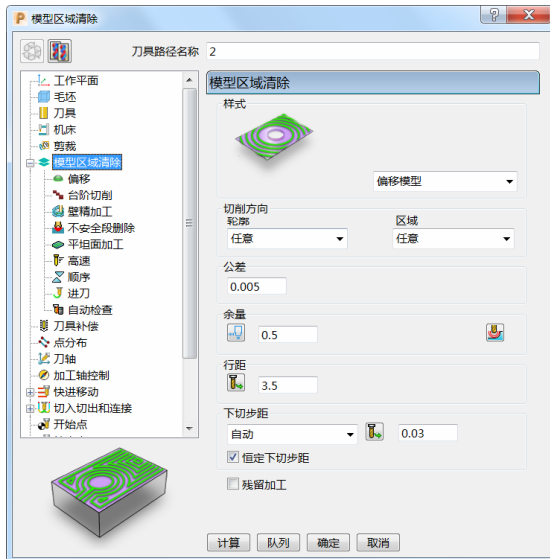

图 4-16
- 5) 模型区域清除：样式选择“偏移模型”，切削方向选择“任意”，设定公差“0.005”、余量“0.5”、行距“3.5”、下切步距“0.03”，勾选“恒定下切步距”。（图 4-16）